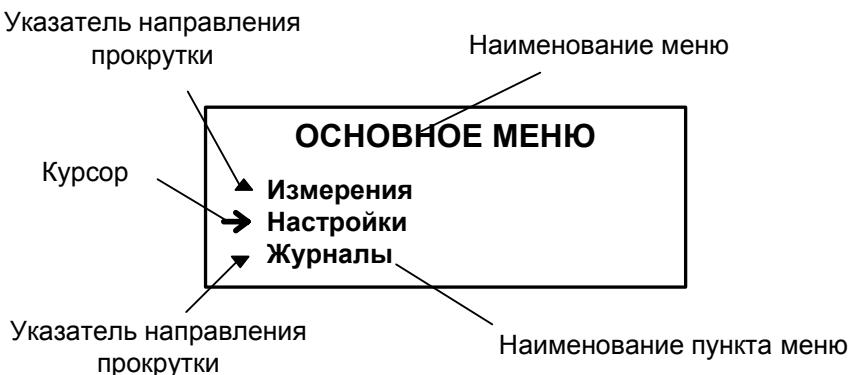

Рис.1. Вид индикации меню.
- 1.1.3. Вид индикации на жидкокристаллическом индикаторе (ЖКИ) блока ИВК-103 приведен на рис.1.
При переходе в меню (окно) нижнего уровня курсор устанавливается напротив первого пункта меню (параметра) вместо верхнего указателя направления прокрутки. После начала прокрутки списка курсор устанавливается между верхним и нижним указателями направления прокрутки (рис.1). При достижении последнего (первого) пункта меню из списка курсор перемещается на место нижнего (верхнего) указателя прокрутки.